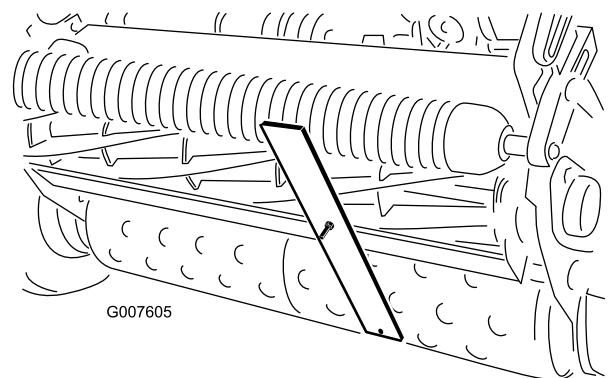

図 51
- ゲージバーのねじの頭を下刃の先端に引っかけ、バーの後端を後ローラに当てる図51。